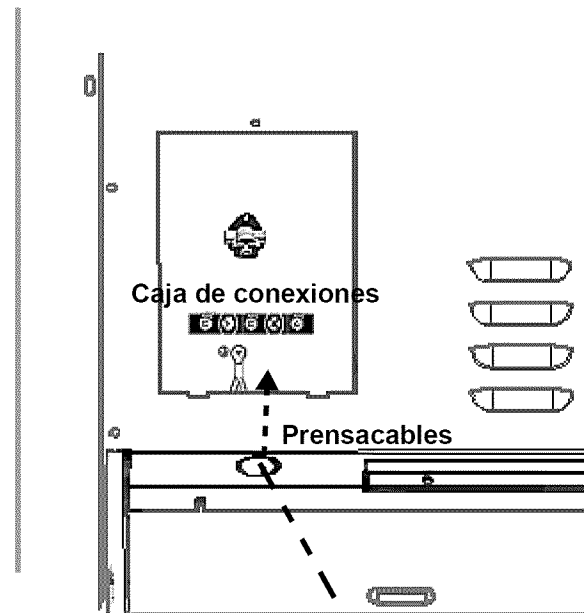

Figura 12: Ubicación del prensacables
Instale un prensacables (no incluido) en el orificio de 1 pulg. (25,4 mm) de diámetro situado debajo de la caja de conexiones (vea la *Figura 12*). El cableado del aparato debe llegar hasta la caja de conexiones mediante el conducto, pasando a través del prensacables. Las extremidades de los cables deben tener fijadas lengüetas cerradas de 1/4 pulg., preferentemente soldadas en su lugar. Realice las conexiones a la caja de conexiones incluida.
2. Instale el prensacables (no incluido con la estufa) en el orificio de 1 pulg. (6 mm) de diámetro situado en el panel trasero, debajo de la caja de conexiones (vea la *Figura 12*). Pase los cables por el prensacables.
- Instale el prensacables (no incluido con la estufa) en el orificio de 1 pulg. (6 mm) de diámetro situado en el panel trasero, debajo de la caja de conexiones (vea la Figura 12). Pase los cables por el prensacables.